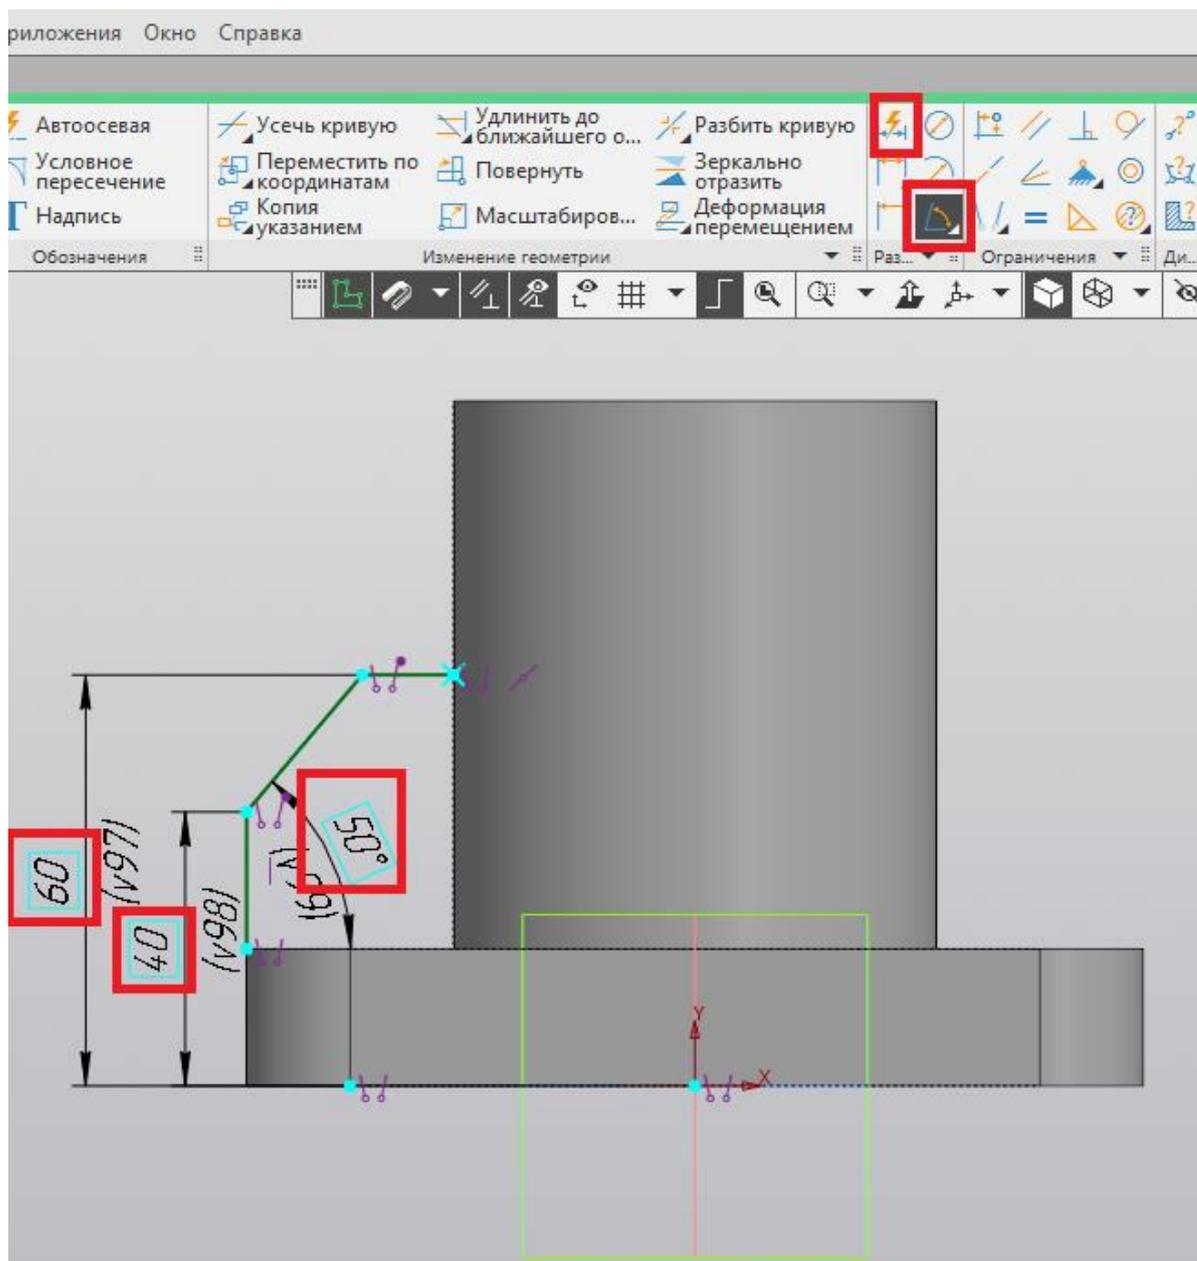

Рис. 145
17. Проставляем заданные размеры (рис. 145).